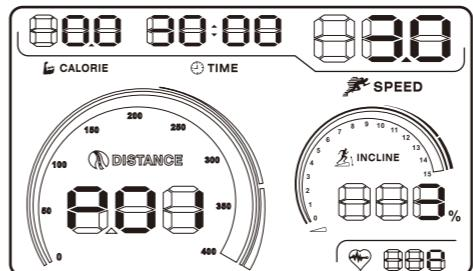

图31
2. 我们为您在面板上设置了减重训练程式快捷键，跑步机处于待机状态下，按下此键，屏幕上的时间窗口闪烁，按 SPEED（速度）的+（增加）/-（减少）键调整您的理想训练时间。（图31所示）。